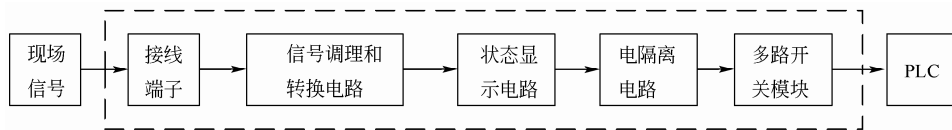

图 1-5 输入接口的结构
(1) 输入接口电路
① 输入接口电路的组成和作用 输入接口电路由接线端子、输入调理和电平转换电路、模块状态显示、电隔离电路和多路选择开关模块组成，如图 1-5 所示。现场的信号必须连接在输入端子才可能将信号输入到 CPU 中，它提供了外部信号输入的物理接口；调理和电平转换电路十分重要，可以将工业现场的信号（如强电 220V AC 信号）转化成电信号（CPU 可以识别的弱电信号）；电隔离电路主要利用电隔离器件将工业现场的机械或者电输入信号和 PLC 的 CPU 的信号隔开，它能确保过高的电干扰信号和浪涌不串入 PLC 的微处理器，起保护作用，有三种隔离方式，用得最多的是光电隔离，其次是变压器隔离和干簧继电器隔离；当外部有信号输入时，输入模块上有指示灯显示，这个电路比较简单，当线路中有故障时，它帮助用户查找故障，由于氖灯或 LED 灯的寿命比较长，所以这个灯通常是氖灯或 LED 灯；多路选择开关接受调理完成的输入信号，并存储在多路开关模块中，当输入循环扫描时，多路开关模块中信号输送到 I/O 状态寄存器中。PLC 在设计过程中就考虑到了电磁兼容 (EMC)。